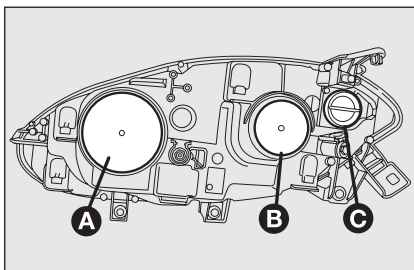
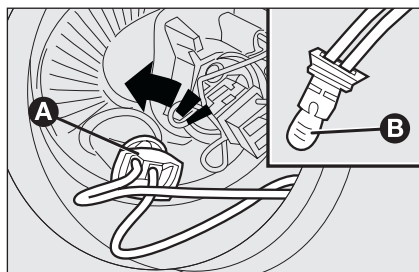

fig. 22
fig. 24
GRUPOS ÓPTICOS DELANTEROS fig. 22
- ☐ quite la tapa de protección **B**-fig. 22;
- ☐ monte la tapa de protección **A**-fig. 22.
- ☐ quite la tapa de protección **A-fig. 22**;
- ☐ gire el portalámpara en sentido antihorario **A-fig. 24** e sfilarlo;
- ☐ coloque la lámpara nueva, monte nuevamente el portalámparas **A-fig. 24** luego monte correctamente la tapa de protección **B-fig. 22**.
- ☐ monte correctamente la tapa de protección **B-fig. 22**.
- ☐ gire en sentido antihorario la tapa de protección **C-fig. 22**;